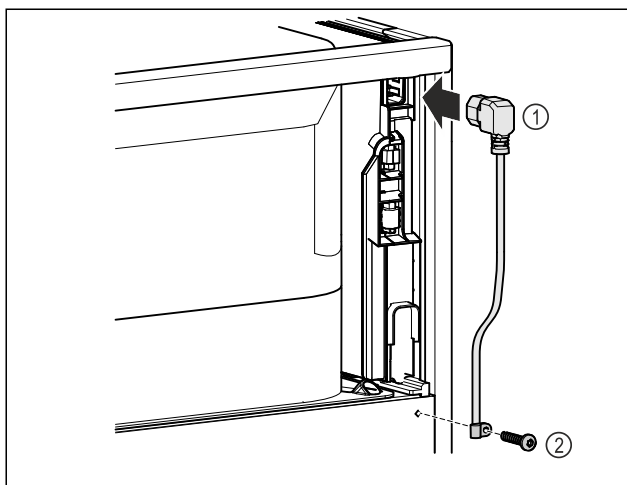

Fig. 7
- Insertar el conector para aparatos de frío del cable de alimentación Fig. 7 (1) en la parte posterior del dispositivo.
- Montar la protección contra tirones Fig. 7 (2).